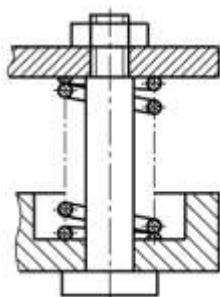

Рис. 10.6
- д) при вычерчивании винтовой пружины с числом витков более 4-х показывают с каждого конца 1-2 витка, кроме опорных, и проводят осевые линии (рис. 10.6).
е) изделия, расположенные за винтовой пружиной, изображенной лишь сечениями витков, изображают до зоны, условно закрывающей эти изделия и определяемой осевыми линиями сечений витков (см. рис.10.6);